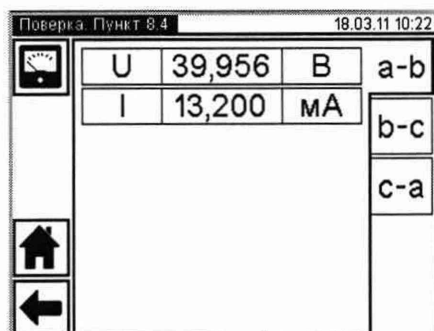

Рисунок 3 - Окно результатов измерений
8.4.7 Результаты измерения, появившиеся на экране (рисунок 3), занесите в соответствующие ячейки таблицы 4.